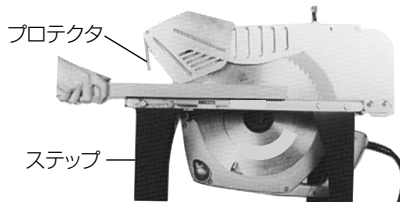

図 12
- 接触予防装置（保護カバー）の前にプロテクタ（図 12）があります。この刃が回転しているときは、絶対に手などをプロテクタの中に入れてください。けがの原因になります。